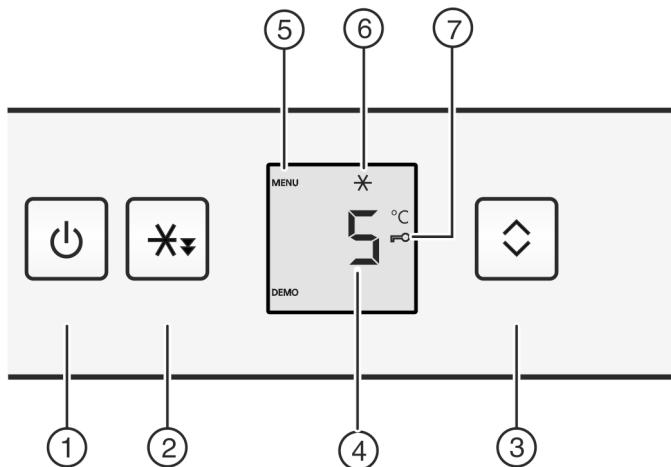

Fig. 2
- Taste On/Off Fig. 2 (1) drücken.
- Taste Schnellkühlen Fig. 2 (2) ca. 5 Sekunden drücken.
- In der Anzeige wird das Symbol Menu Fig. 2 (5) angezeigt.
- Mit der Taste Schnellkühlen Fig. 2 (2) kurz bestätigen.
- Das Symbol Kindersicherung Fig. 2 (7) leuchtet in der Anzeige.
- Die Taste On/Off Fig. 2 (1) kurz drücken.
- Taste Schnellkühlen Fig. 2 (2) kurz drücken.
- Das Symbol Schnellkühlen Fig. 2 (6) leuchtet in der Anzeige.
- Das Symbol Schnellkühlen Fig. 2 (6) erlischt in der Anzeige.